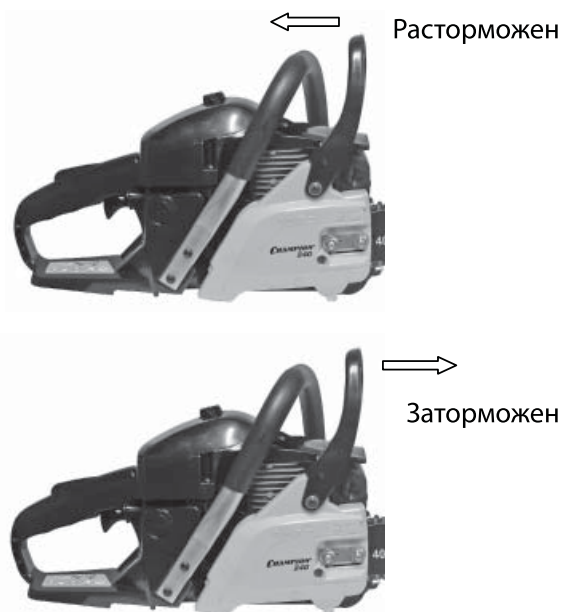

Рис.7
1. Тормоз Цепи РАСТОРМОЖЕН (цепь может вращаться), когда РУЧКА ТОРМОЗА ВЗВЕДЕНА (рис. 7).
2. Тормоз Цепи ЗАТОРМОЖЕН (цепь остановлена), когда тормозной рычаг находится во включенном положении. В этом положении Вы не в состоянии проверить цепь (рис. 7).
3. Убедитесь, что тормоз цепи заторможен (рис. 7).
ПОСЛЕ ЗАПУСКА ДВИГАТЕЛЯ НЕ МЕДЛЕННО УСТАНОВИТЕ ТОРМОЗ ЦЕПИ В ПОЗИЦИЮ РАСТОРМОЖЕН (Рис.7).